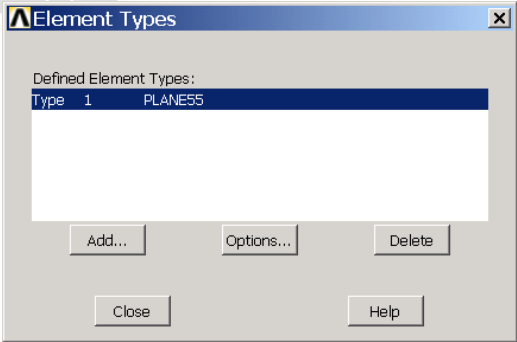

图11.22 定义单元类型
(1) 启动 ANSYS，单击【Utility Menu】|【File】|【Change Title】菜单，定义分析标题为“Casting Solidification”。
(2) 单击 Main Menu>Preprocessor>Element Type>Add/Edit/Delete 菜单，定义二维热单元 PLANE55。如图 11.22 所示。